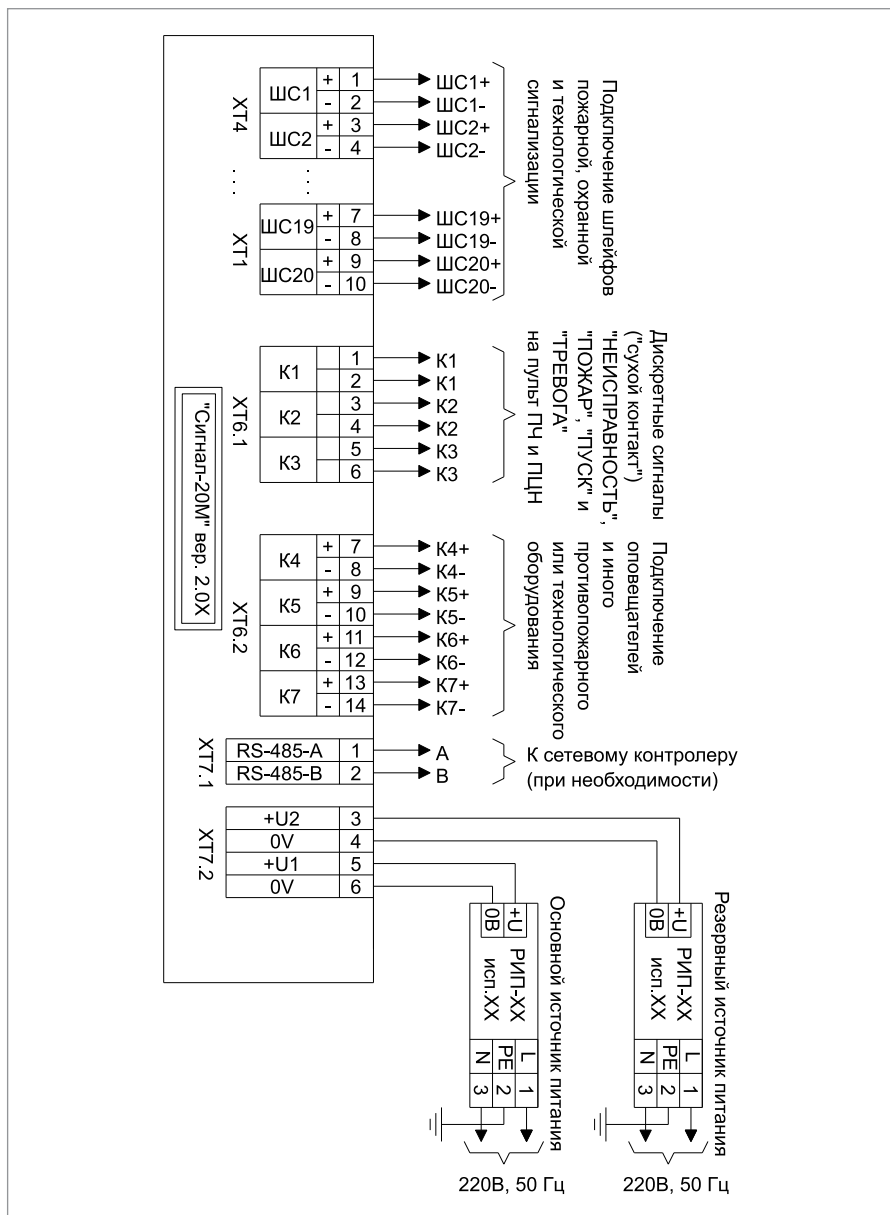

Рисунок 2. Схема внешних соединений прибора Сигнал-20М
1. Схема внешних соединений прибора приведена на Рисунок 2.